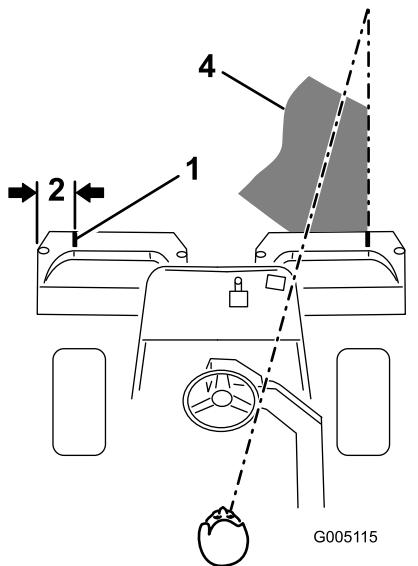

Figura 9
- Applicate una striscia adesiva bianca, oppure tracciate una linea con della vernice bianca, su ciascun cestello, parallela al bordo esterno del cestello stesso (Figura 9).